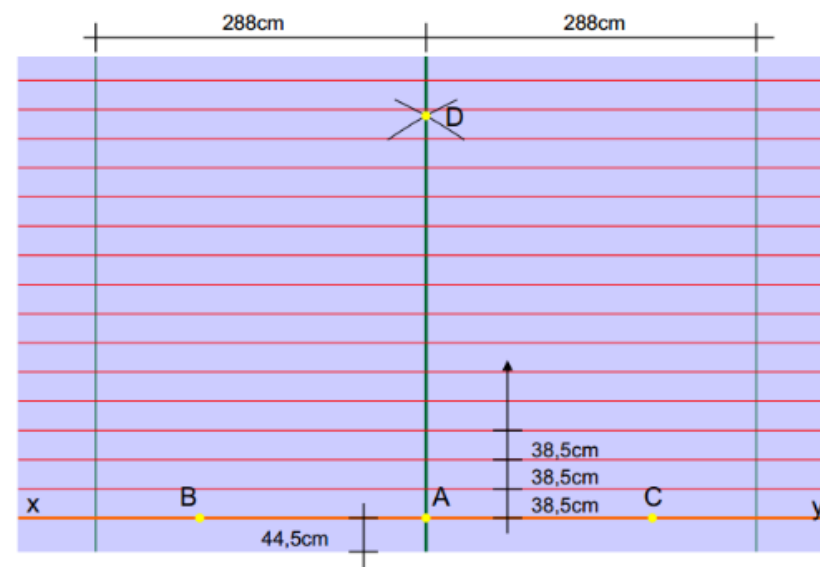

Fig. 6B
- Tracciare una linea xy ortogonale alla direzione di maggiore pendenza, generalmente parallela sia alla linea del colmo che alla linea di gronda a 44,5 cm da questa (linea arancione) o più generalmente a 44,5 cm dal punto di partenza previsto (es. Linea gialla ②).
- Partendo dalla linea xy tracciare delle linee orizzontali e parallele alla stessa, ad una distanza di cm 38,5 fra di loro fino al completamento dello schema di montaggio (fig.6B).